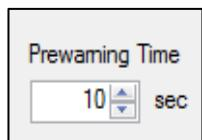

图 4-3 预警时间
- 1) 如图4-3所示，在预警时间栏内输入所需时间，预警时长最大为180秒。